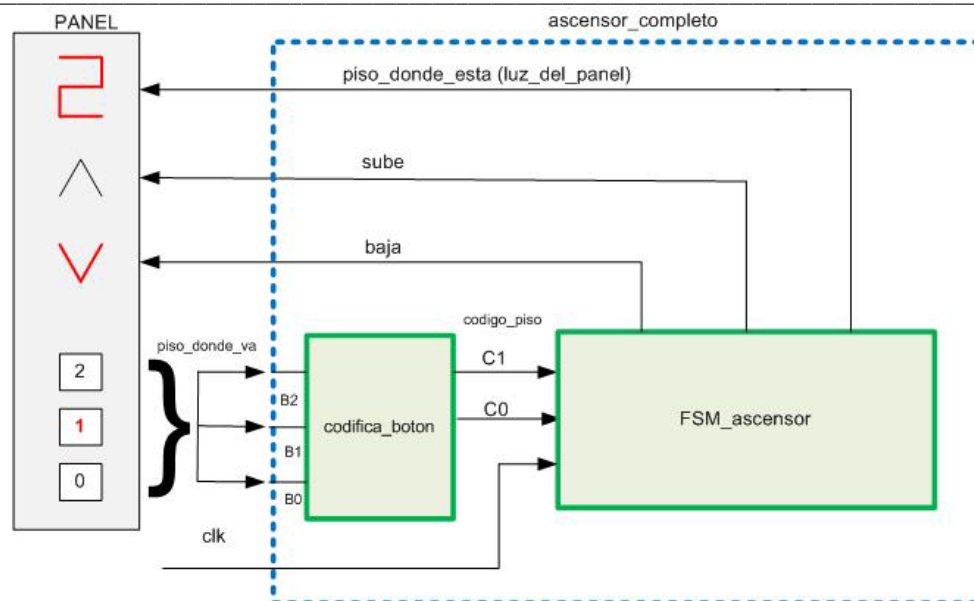

Figura 1. Esquema de bloques del control del ascensor
El ascensor da servicio a una casa de 3 pisos, los componentes del panel se muestran en la Figura 1. Consta de tres botones con los que se selecciona el piso donde se quiere ir, una señal que se enciende cuando el ascensor está subiendo, otra cuando está bajando y un indicador numérico del piso donde está el ascensor. La estructura a realizar está formada por un subsistema que codifica el piso donde va, y otro que, es una FSM que controla el funcionamiento del ascensor. La funcionalidad de ambos subsistemas se especifica a continuación. El subsistema `codifica_boton`, fue descrito y realizado en VHDL en la práctica *Modelado VHDL de un codificador binario para la selección de un piso en un ascensor*, y se reutilizará en esta práctica. No obstante por facilidad, recordaremos sus especificaciones y funcionalidad a continuación.
- El indicador numérico del panel de la Figura 1, representará el piso donde está el ascensor (irá asociado al estado).
En este apartado se modelará la funcionalidad del sistema completo, conectando los dos subsistemas realizados en los apartados anteriores, tal como se indica en la Figura. 1.